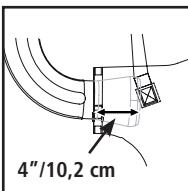

Fig. 09
- Localize abertura no saco coletor. Insira a extremidade alargada do tubo cotovelo aproximadamente 4"/10,2 cm dentro da abertura (Fig. 09).